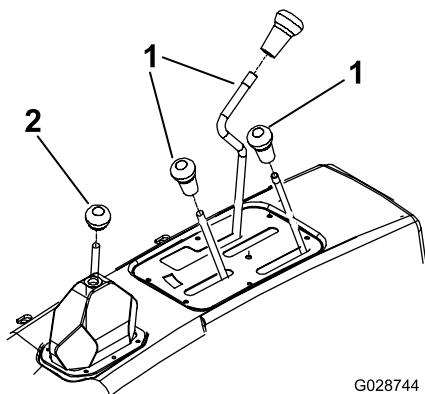

図 5
1. コンソールレバーとギアシフトについているノブを全部外す 図 5。